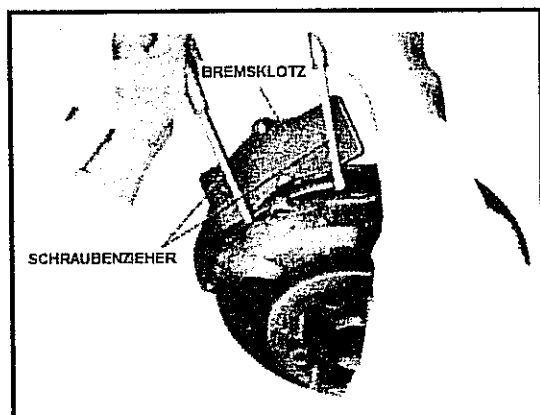

Abb. 9-12 Wechseln der Bremsbeläge
- Wie in Abb. 9-12 gezeigt, die Kolben mit zwei Schraubenziehern zurückdrücken und den Bremsbelag einsetzen.